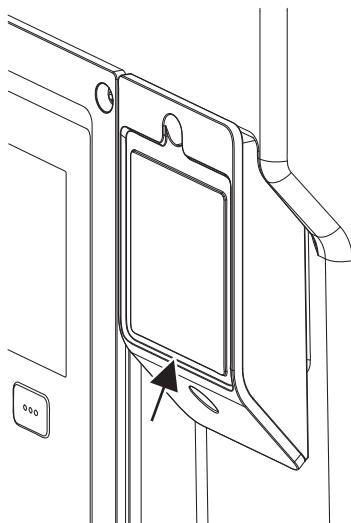

Fig. 28: Poklopac za Wilo-Smart Connect modul BT
1. Otpustite vijak poklopca Wilo-Smart Connect modula (Fig. 28) i otvorite poklopac.
Zbog konstrukcije Wilo-Smart Connect modul BT može se utaknuti samo u jednoj centriranosti. Daljnje učvršćivanje modula ne odvija se samostalno. Poklopac Wilo-Smart Connect modula (Fig. 28) na gornjem dijelu elektroničkog modula čvrsto drži modul u sučelju. Uzmite u obzir zatezne momente! Zatezni momenti elektroničkoga modula [▶ 46]